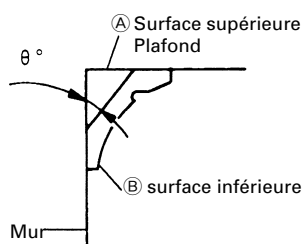
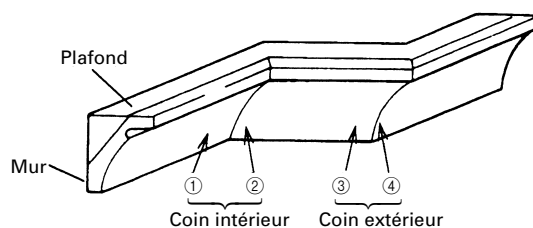

Fig. 33
Fig. 34
La Fig. 33 montre deux types de corniche complexe courants ayant des angles de 38° et de 45°. Pour les montures de corniche complexe, voir la Fig. 34.
### (1) Réglage de coupe en corniche complexe aux positions ① et ④ de la Fig. 34 (voir Fig. 36 ; incliner la tête vers la gauche) :
- ① Tourner la plaque tournante vers la droite et régler l'angle d'onglet comme suit :
- ② Incliner la tête vers la gauche et régler l'angle de biseau comme suit :
- ③ Disposer la corniche complexe de façon que la surface inférieure (A sur la Fig. 33) touche la garde comme indiqué à la Fig. 38.
### (2) Réglage de coupe en corniche complexe aux positions ② et ③ de la Fig. 34 (voir Fig. 37 ; incliner la tête vers la gauche) :
- ③ Disposer la corniche complexe de façon que la surface supérieure (B sur la Fig. 33) touche la garde comme indiqué à la Fig. 39.